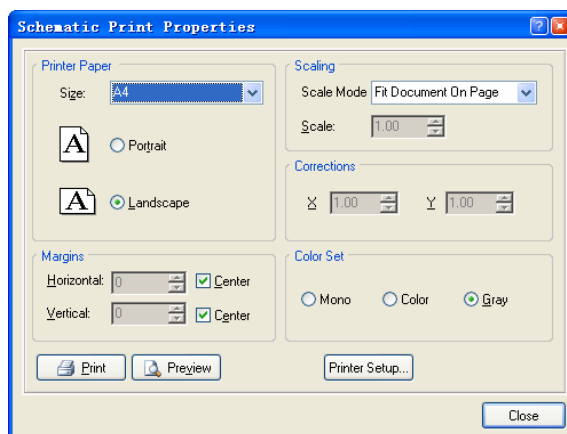

图 2.161 “Schematic Print Properties”对话框
- (1) 在主菜单中选择“File”->“Save All”命令, 将所有文件存盘。
- (2) 在主菜单中选择“File”->“Page Setup”命令, 打开如图 2.161 所示的“Schematic Print Properties”对话框。